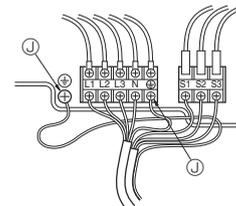

Fig. 7-2
7.1. Udendørs enhed (Fig. 7-1, Fig. 7-2)
- Før kablerne som angivet i Fig. 7-1 og Fig. 7-2